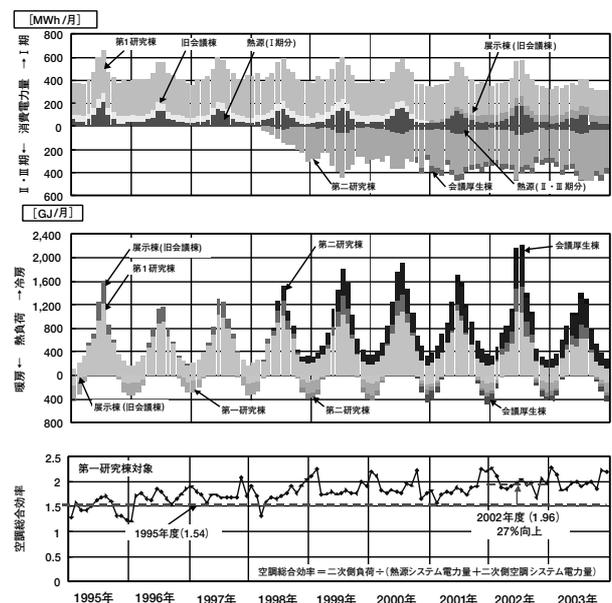

図1 建物の変遷(消費電力量、冷暖房負荷、空調総合効率)
- ・得られた知見を設計・運用へフィードバックし、低温送風空調システム(氷蓄熱)の空調総合効率を約30%向上した(図1参照)。
BEMS計測データを基に設備運転のみならず建物運用に至るまでのコミッショニングを実施した。図1は建物竣工から9年間にわたる変遷を各種データで概観するものであるが、消費電力量の推移から、継続的に省エネルギー性能を維持していることが伺える。冷暖房負荷は、建物が竣工するごとに段階的に増加しているが、本建物に関しては変化が非常に少ない。また、2002年度から実施している省エネルギー強化対策の効果なども加わり、両者を合計して建物全体で見ると運用調整によって約8%の省エネルギー効果があったものと推定できる。